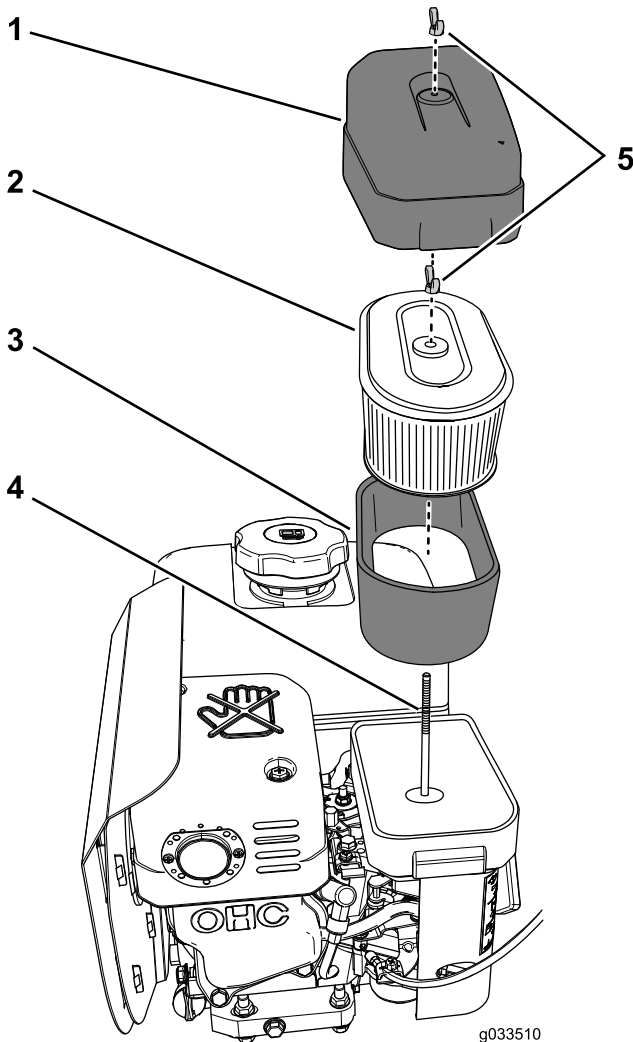

Figura 11
2. Limpie alrededor del limpiador de aire de forma que la suciedad no penetre en el motor y cause daños (Figura 11).
3. Gire la tuerca de orejeta que sujeta la cubierta del limpiador de aire en sentido antihorario y retire la cubierta (Figura 11).
4. Gire la tuerca de orejeta que sujeta los elementos del filtro de gomaespuma y de papel en sentido antihorario y retire los elementos del filtro de la varilla de sujeción (Figura 11).
5. Retire cuidadosamente el filtro de gomaespuma del filtro de papel (Figura 11).
1. Inspeccione los elementos por si presentan desgarros, una película aceitosa o daños (Figura 11).
1. Deslice con cuidado el elemento del filtro de gomaespuma sobre el elemento del filtro de papel (Figura 11).
2. Alinee el taladro en la placa superior del elemento del filtro de papel con la varilla de sujeción del carburador (Figura 11).
3. Fije los elementos del filtro al carburador con la tuerca de orejeta (Figura 11) que retiró en el paso 4 de Cómo retirar los elementos de espuma y papel \(página 11\).
4. Alinee el taladro en la cubierta del limpiador de aire con la varilla de sujeción (Figura 11) y fije la cubierta a la varilla con la tuerca de orejeta que retiró en el paso 3 de Cómo retirar los elementos de espuma y papel (página 11).